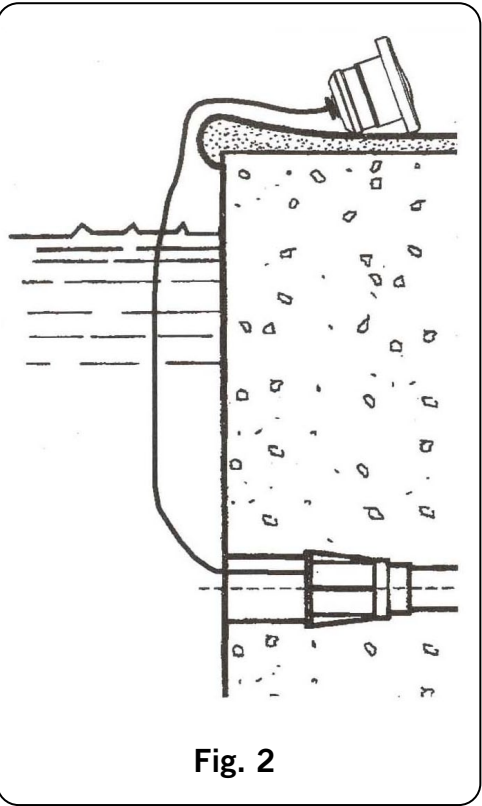

Fig. 2
3. Introduzir o cabo do projetor através dos passamuros (Fig. 6). Deixando suficiente longitude de cabo para poder extrair o projetor até à borda da piscina (Fig. 2).
Deve-se ter a precaução de deixar 1,5 m de cabo enrolado no corpo do projetor para poder extrair o projetor até à borda da piscina em caso de manipulação (Fig. 2).